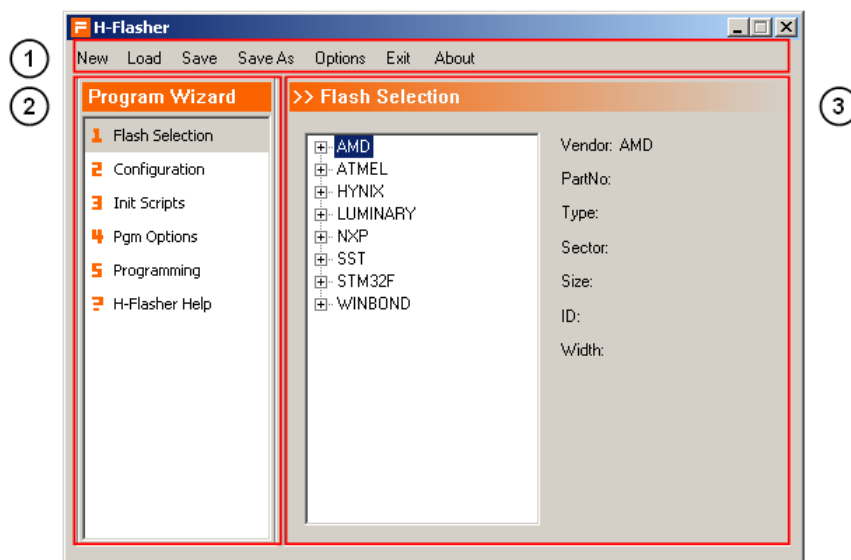

图 2-17 H-FLASHER 主界面
H-FLASHER 运行时，其主窗口如图 2-17 所示。其中 (1) 为菜单；(2) 为 FLASH 编程向导区域；(3) 为 FLASH 烧写/配置区域。在 FLASH 编程向导当中，可以选择不同的步骤。根据当前向导中的选择，配置区域会显示不同的设置。具体请参考第五章。